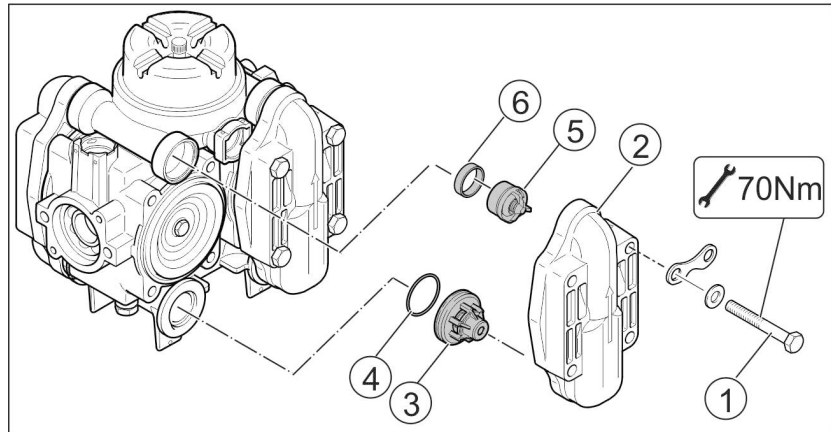

Fig. 190
2. Schrauben (Fig. 190/1) entfernen.
3. Ventildeckel (Fig. 190/2) abnehmen.
4. Ventilgruppen (Fig. 190/3) herausnehmen.
5. Ventildichtring (Fig. 190/4) und O-Ring (Fig. 190/5) herausnehmen.